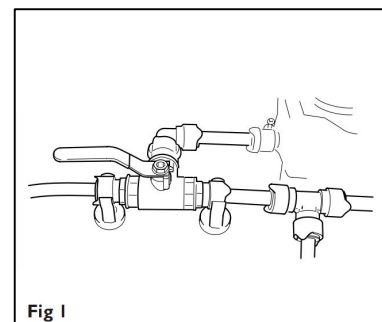

Fig 1
3. Controleer of het ventiel naast de waterpomp in de linker positie staat (weg van de pomp wijzend. Fig. 1).
Controleer of het ventiel in de links positie staat (weg van de pomp wijzend. Fig. 1). Zet de pomp schakelaar om naar de vul positie (tank) om de pomp te laten beginnen met pompen. De pomp stopt vanzelf wanneer de tank vol is door de ingebouwde drijfschakelaar.
Controleer of het ventiel naast de waterpomp in de linker positie staat (weg van de pomp wijzend. Fig. 1). Zet de pomp schakelaar in de kranen positie en open een kraan. De pomp moet starten en er zal water uit de kraan komen. Wanneer de kraan wordt gesloten blijft de pomp nog even draaien om de juiste druk op te bouwen.